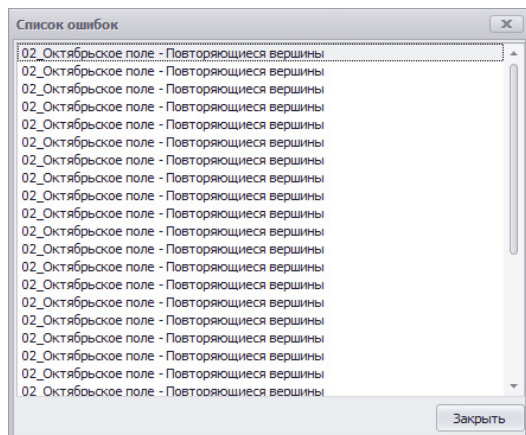

Рис.5. Проверка геозоны.
Если геозоны содержит ошибки в построении, то в программе появится окно с описанием ошибки (Рис.5). Если ошибок нет, то программа будет бездействовать.
- нажать кнопку «Добавить» для добавления нового инструмента в выбранную группу (**Рис.5, п.1**);
- ввести название инструмента в поле «Инструмент» (**Рис.5, п.2**);
- ввести идентификатор инструмента в поле «Идентификатор» (**Рис.5, п.3**). Идентификаторы необходимы для автоматического определения инструмента, подключенного к ТС, по их радиометкам. Если инструменты назначаются вручную через реестр свойств, то настройка идентификаторов радиометок не требуется;
- после создания инструмента перейти в раздел настроек «Изображение и оттенок» и выбрать изображение инструмента (**Рис.5, п.4**). Изображения используется для идентификации инструментов в модулях просмотра. Данная настройка не является обязательной;